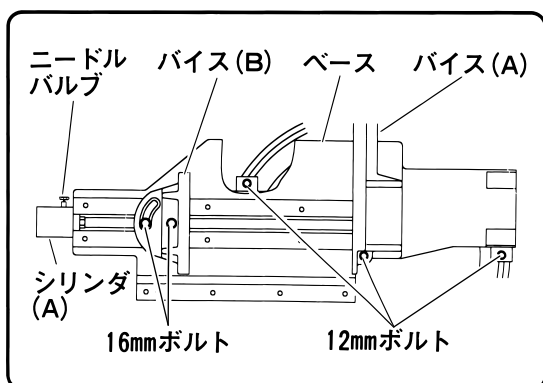
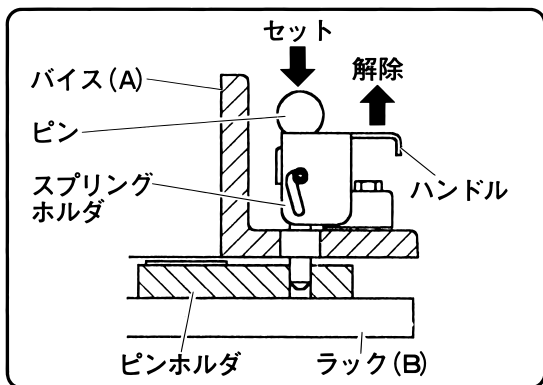

図 21
図 23
- 注** • 材料を固定する前に、必ずバイス(A)部のピン(図23参照)を解除してください。ピンが解除されていないとバイスの締付けができません。
(1) ベースを固定している12mmボルト (2本) とバイス (A) の12mmボルト (1本) をラチェットレンチでゆるめます。(図21)
(3) バイス (A) 部のピンを押下げ、ピンホルダの穴にさし込み、ピンが入るとバイス用シリンダがベース回転用シリンダの働きをします。(図23)
(5) 角度合わせの微調整は、シリンダ (A) 横のニードルバルブを締込み、ベースの回転速度を遅くして調整します。(図21)
(6) ベースの角度調整終了後、12mmボルト (3本) を十分に締付け、ベースとバイス (A) を固定します。
(7) スプリングホルダのハンドルを上方に持ち上げ、ピンを解除します。(ピンが抜けない場合は、バイス開閉レバーを角度調整時と逆方向に1～2回瞬間的に操作する。)(図23, 24)
(8) バイス (B) を固定している16mmボルト (2本) をゆるめます。(図21)
(9) バイス (B) をバイス (A) 面に突き当て、バイス (B) 面を同じ角度にします。
(10) バイス (B) の角度調整後、16mmボルト (2本) を十分に締付け、バイス (B) を固定します。(図21)